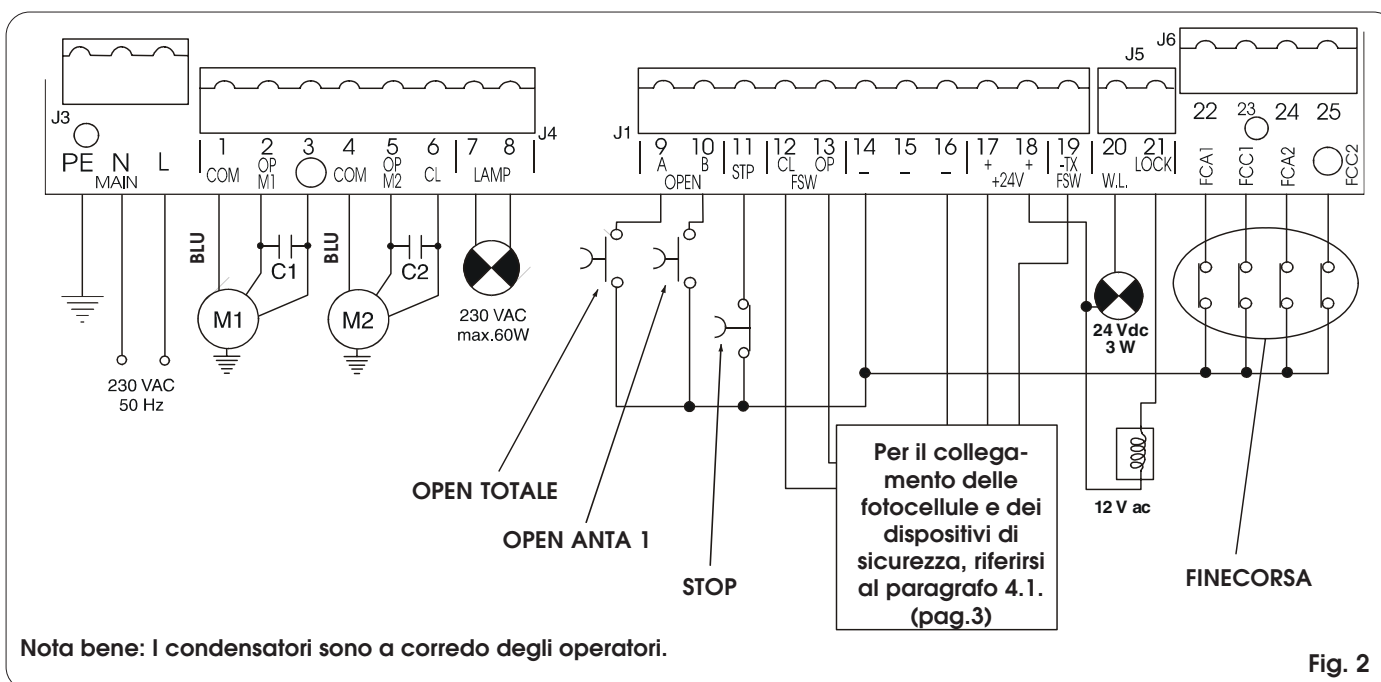

Fig. 2
- Collegare il cavo di terra all'apposito morsetto previsto sul connettore J3 dell'apparecchiatura (vedi fig.2).
4.2. MORSETTIERA J3 - ALIMENTAZIONE (FIG. 2)
4.3. MORSETTIERA J4 - MOTORI E LAMPEGGIATORE (FIG. 2)
4.4. MORSETTIERA J1 - ACCESSORI (FIG. 2)
4.5. MORSETTIERA J5 - LAMP. SPIA ED ELETTROSERRATURA (FIG. 2)
4.7. MORSETTIERA J6- FINECORS A E/O GATECODER (FIG. 2)